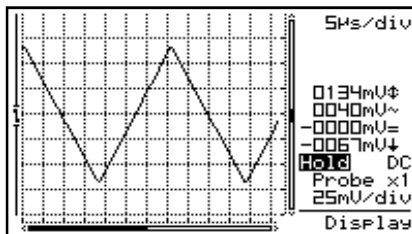

Fig 15
- A **full grid** divides the screen into reference lines. (Fig. 15)
- **Volledig raster:** verdeelt het scherm in referentielijnen. (Fig. 15)
- **Une grille en trait plein** divise l’écran en lignes de référence. (Fig. 15)
- **Voller Raster :** verteilt den Schirm in Bezugslinien. (Abb. 15)